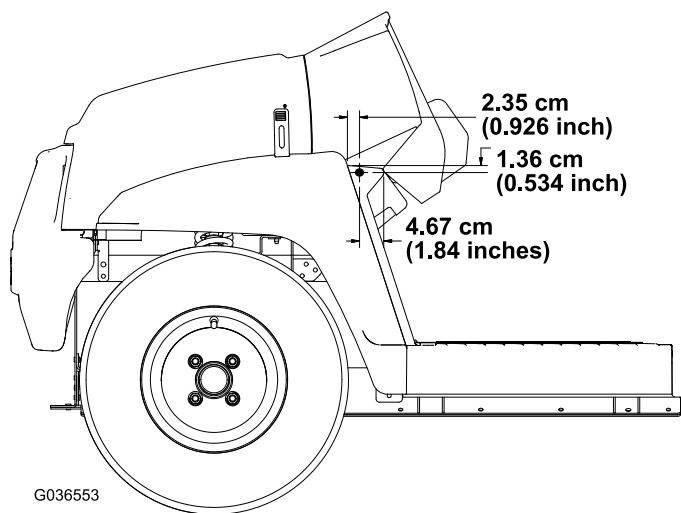

图4
3. 使用图4中所示的尺寸，在机器左右侧的脚踏板外侧钻1个孔（5/16英寸）。